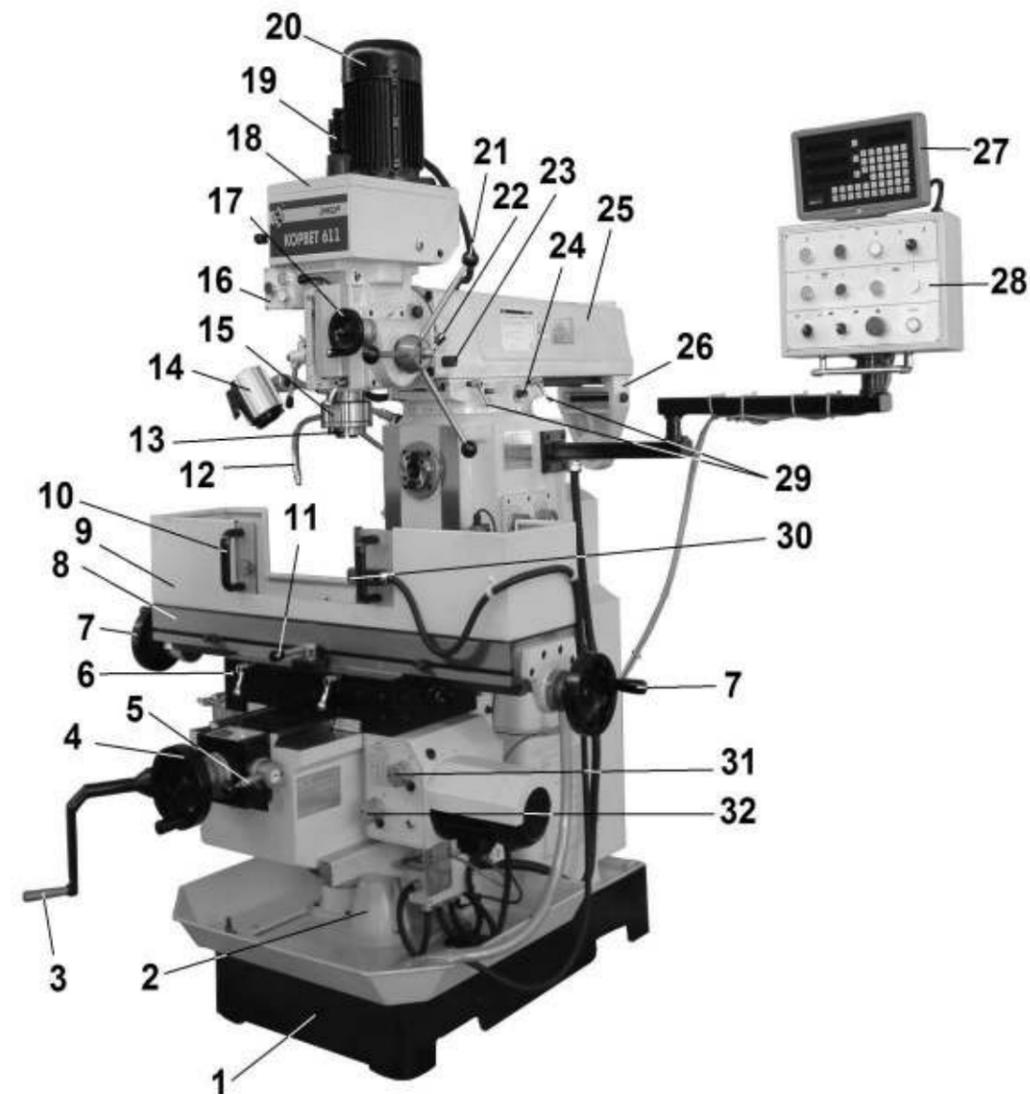

Рис. 3
7.1. Станок состоит из следующих сборочных единиц и деталей (Рис. 3, 4)
8.1. Сборка (Рис. 3, 5 - 8)